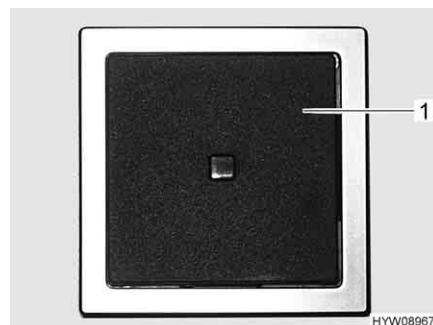

Fig. 109 Interruttore di comando (scaldaacqua)
Con l'interruttore di comando (Fig. 109,1) si inserisce la modalità di funzionamento elettrico. La spia di controllo nell'interruttore deve accendersi.
- Inserire l'interruttore di comando (Fig. 109,1). La spia di controllo nell'interruttore si accende. L'acqua nello scaldaacqua viene riscaldata a 65 °C.
- Spegnere l'interruttore di comando (Fig. 109,1). La spia di controllo nell'interruttore si spegne.
- Spegnere l'interruttore di comando (Fig. 109,1). La spia di controllo nell'interruttore non si accende.